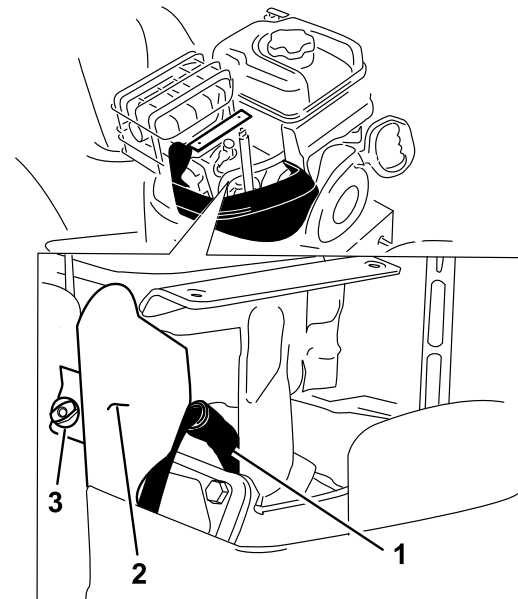

Bild 34
4. Nehmen Sie die Daumenschraube der Halterung von der Halterung ab (Bild 34).
5. Reinigen Sie den Bereich um den Anschluss der Zündkerze (Bild 34).